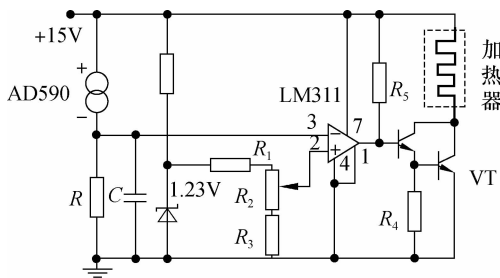

图 14-32 温度控制电路
6. 图 14-32 是一温度控制电路, LM311 为比较器, VT 为达林顿晶体管。识别器件分析电路, 请回答下列问题: